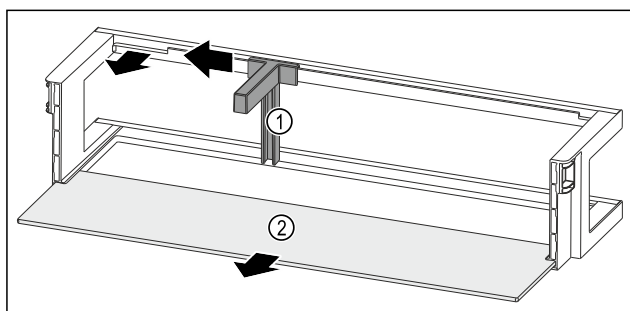

Fig. 233 Türabsteller mit Flaschenhalter und Abstellfläche
- ▶ Flaschenhalter Fig. 233 (1) bis zur Aussparung zur Seite schieben.
- ▶ Flaschenhalter Fig. 233 (1) entnehmen.
- ▶ Abstellfläche Fig. 233 (2) entnehmen.